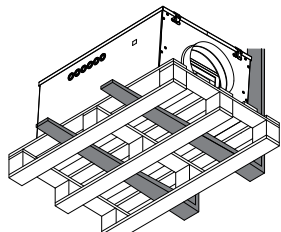

Рис. 4.
- В случае перемещения на вилочном погрузчике изделие должно опираться основанием на вилы погрузчика или на поддон, при этом центр тяжести изделия должен находиться внутри вилок (см. рис. 4).